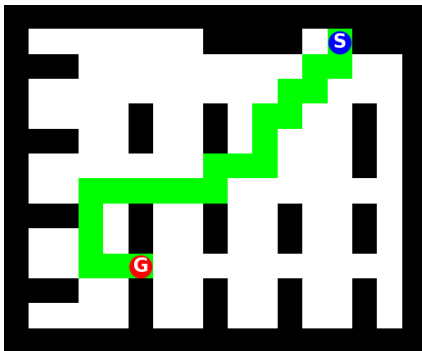
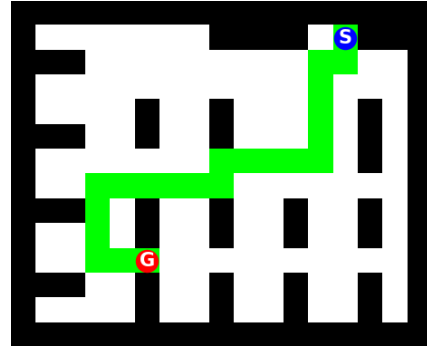

図 2 A\*アルゴリズムを用いて求めた最短経路の例
図 3 本研究で改良した A\*アルゴリズムを用いて求めた最短経路の例
式 (1)~(3) に基づいて A\*アルゴリズムにより生成された最短経路を図 2 に示す。
度制約区間のコストを表しており、速度制約区間を設定する際に 0.1~1.0 まで 0.1 刻みで予め設定する。図 2 と同じ環境で  $s(n)$  および  $v(n)$  を適切な値として経験的に設定した後、式 (4) を用いて環境地図上に生成された最短経路を図 3 に示す。